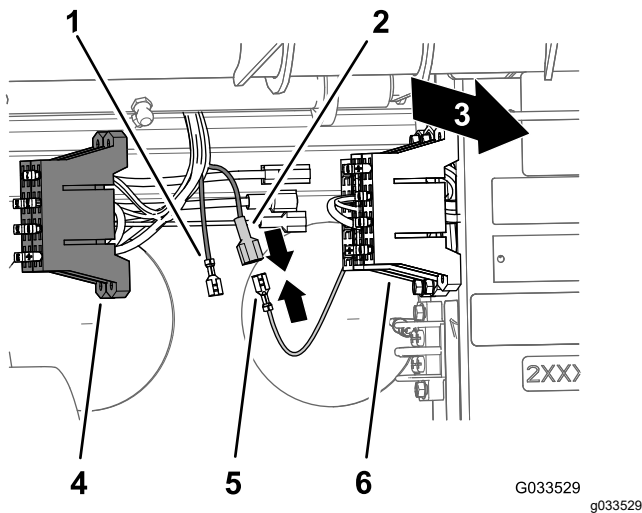

Bild 23
am Sicherungskasten der Maschine und den isolierten Flachstecker am Ende des gelben, optionalen Stromkabels am Sicherungskasten des Sprühfahrzeugkabels (Bild 23).
3. Stecken Sie den nicht isolierten Anschluss des Sicherungskastens für die Maschine in den isolierten Flachstecker des Sicherungskastens des Sprühfahrzeugs (Bild 23).